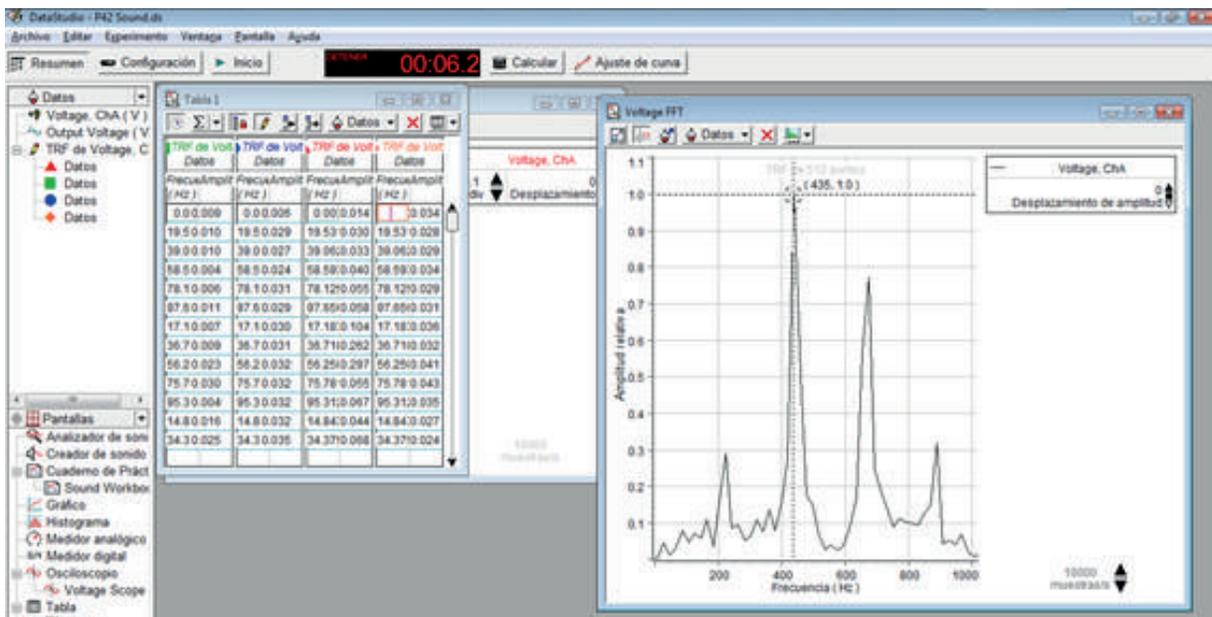

Figura 10.20. Grabación de datos
- i) Pare la grabación con el botón “Detener” procurando capturar una gráfica como en la figura 10.20. Repita el procedimiento hasta lograrlo.